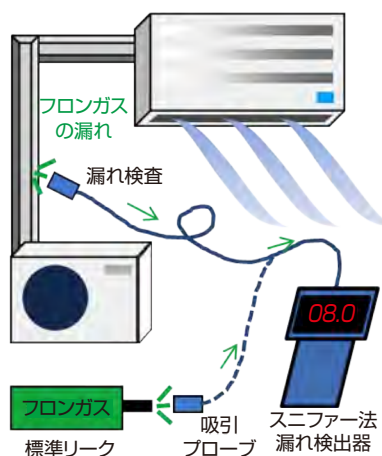
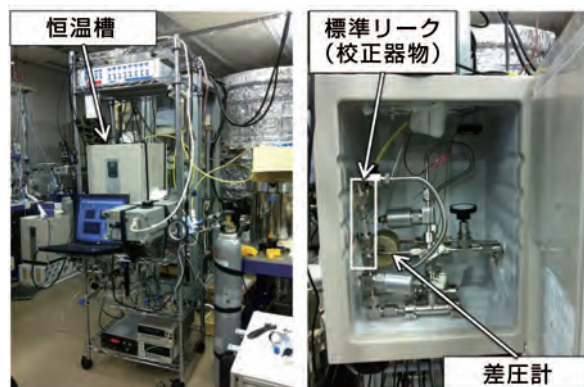

図1 スニファー法による漏れ検査の概要
図2 精密流量計全体写真(左)、恒温槽内部(右)
* スニファー法: 検査対象の内部を気体で加圧して漏れを見つける試験。例えばエアコンでは冷媒として充填されているフロンガスを用いる(図1)。
地球温暖化対策の一環として、フロン回収・破壊法が2013年に改正され、その柱の一つに業務用空調機器の冷媒適正管理が盛り込まれました。大気中へのフロンガス排出量を低減させるためには、冷凍空調機器の施工・点検時の漏れ検査が重要であり、気体流量に換算して5 g/年(約 3×10^6 Pa m³/s)でフロンガスが漏れる^{あな}孔の検出が求められています。中でも「スニファー法*」は極めて有効です。技術の進歩により検出器の感度の安定性は向上してきたものの、いまだに改善の余地があります。そのため、既知の微量ガスを常に排出する標準リーク**を用いて検出器の感度を定期的に確認することで、正確な漏れ検査ができるようになります(図1)。産総研計量標準総合センター(NMIJ)では、標準リークから排出される気体流量を校正するための精密流量計(大気中への漏れの国家標準)を開発し、気体流量で表した漏れの大きさをトレーサブルに測定できる設備を整えました(図2)。同様の標準は、すでにドイツ、フランス、イタリア、チェコでも開発済みであり、アジア太平洋地域では日本が初めてになります。
気体流量を求めるといふ、圧力上昇法です。大気圧下の圧力変化を高精度に測定するために差圧計を使用し、装置全体の温度を安定化させるために主要部分を恒温槽内に設置します。さらに差圧に応じた差圧計内部の容積変化量を精密測定^[1]して補正に用いることで、大気中へ 5×10^7 Pa m³/s ~ 1×10^4 Pa m³/sの気体流量で排出される標準リークを、世界最高レベルの精度で校正できる精密流量計を開発しました^[2](図2)。開発した精密流量計の国際整合性は、国際比較CCM.P-K12においてすでに国際整合性が確認された他の精密流量計^[3]との比較によって確認しました。